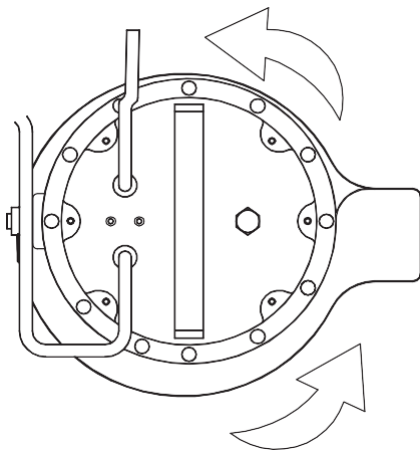

Fig. 2
3. Внимательно наблюдайте за отдачей при запуске, глядя на электронасос сверху. Если направление вращения правильное, верхняя крышка будет двигаться против часовой стрелки, как указано стрелки на чертеже_(FIG 2).